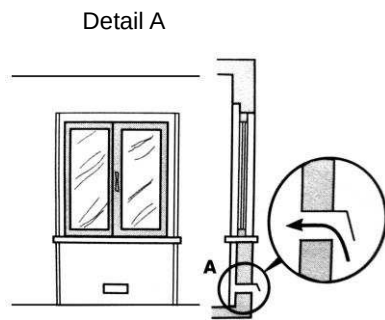
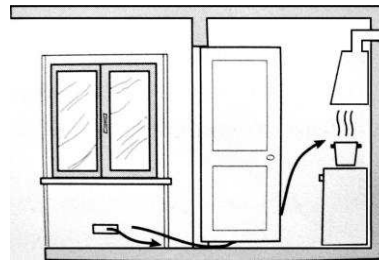

Abbildung 3
Abbildung 4
- b) Der Raum muss auch den Zustrom der Luft erlauben, die für eine ordnungsgemäße Verbrennung benötigt wird. Der Luftstrom für Verbrennungszwecke darf nicht weniger als 2 m³/h pro kW installierter Leistung betragen. Die Zuführung der Luft kann durch einen direkten Zustrom von außen durch einen Kanal mit einem Innenquerschnitt von mindestens 100 cm² bewirkt werden, der nicht blockiert werden darf. Die Geräte, die nicht mit einer Sicherheitseinrichtung ausgerüstet sind, um zu verhindern, dass die Flamme versehentlich ausgeht, müssen eine Belüftungsöffnung haben, die zweimal so groß ist, wie es sonst erforderlich ist, d.h. mindestens 200 cm² (Abbildung 3). Andernfalls kann der Raum indirekt durch angrenzende Räume belüftet werden, die mit Lüftungskanälen nach außen ausgestattet sind, wie oben beschrieben, solange die angrenzenden Räume nicht geteilte Flächen, Schlafzimmer sind oder das Brandrisiko darstellen (Abbildung 4).